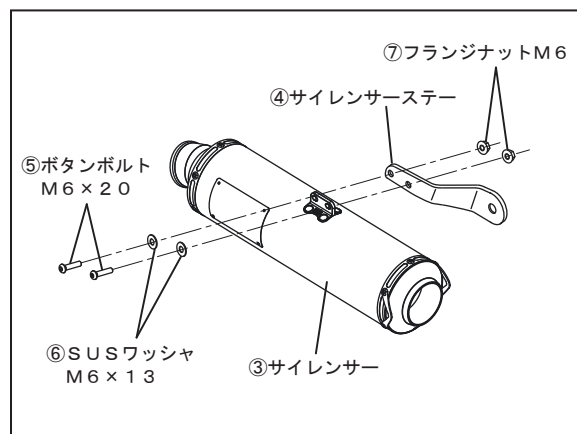

FIG. 8
9. ③サイレンサーのブラケットに⑤ボタンボルトM6×20、⑥SUSワッシャM6×13、⑦フランジナットM6を使用して④サイレンサーステーを仮締めして下さい。(FIG. 8 参照)